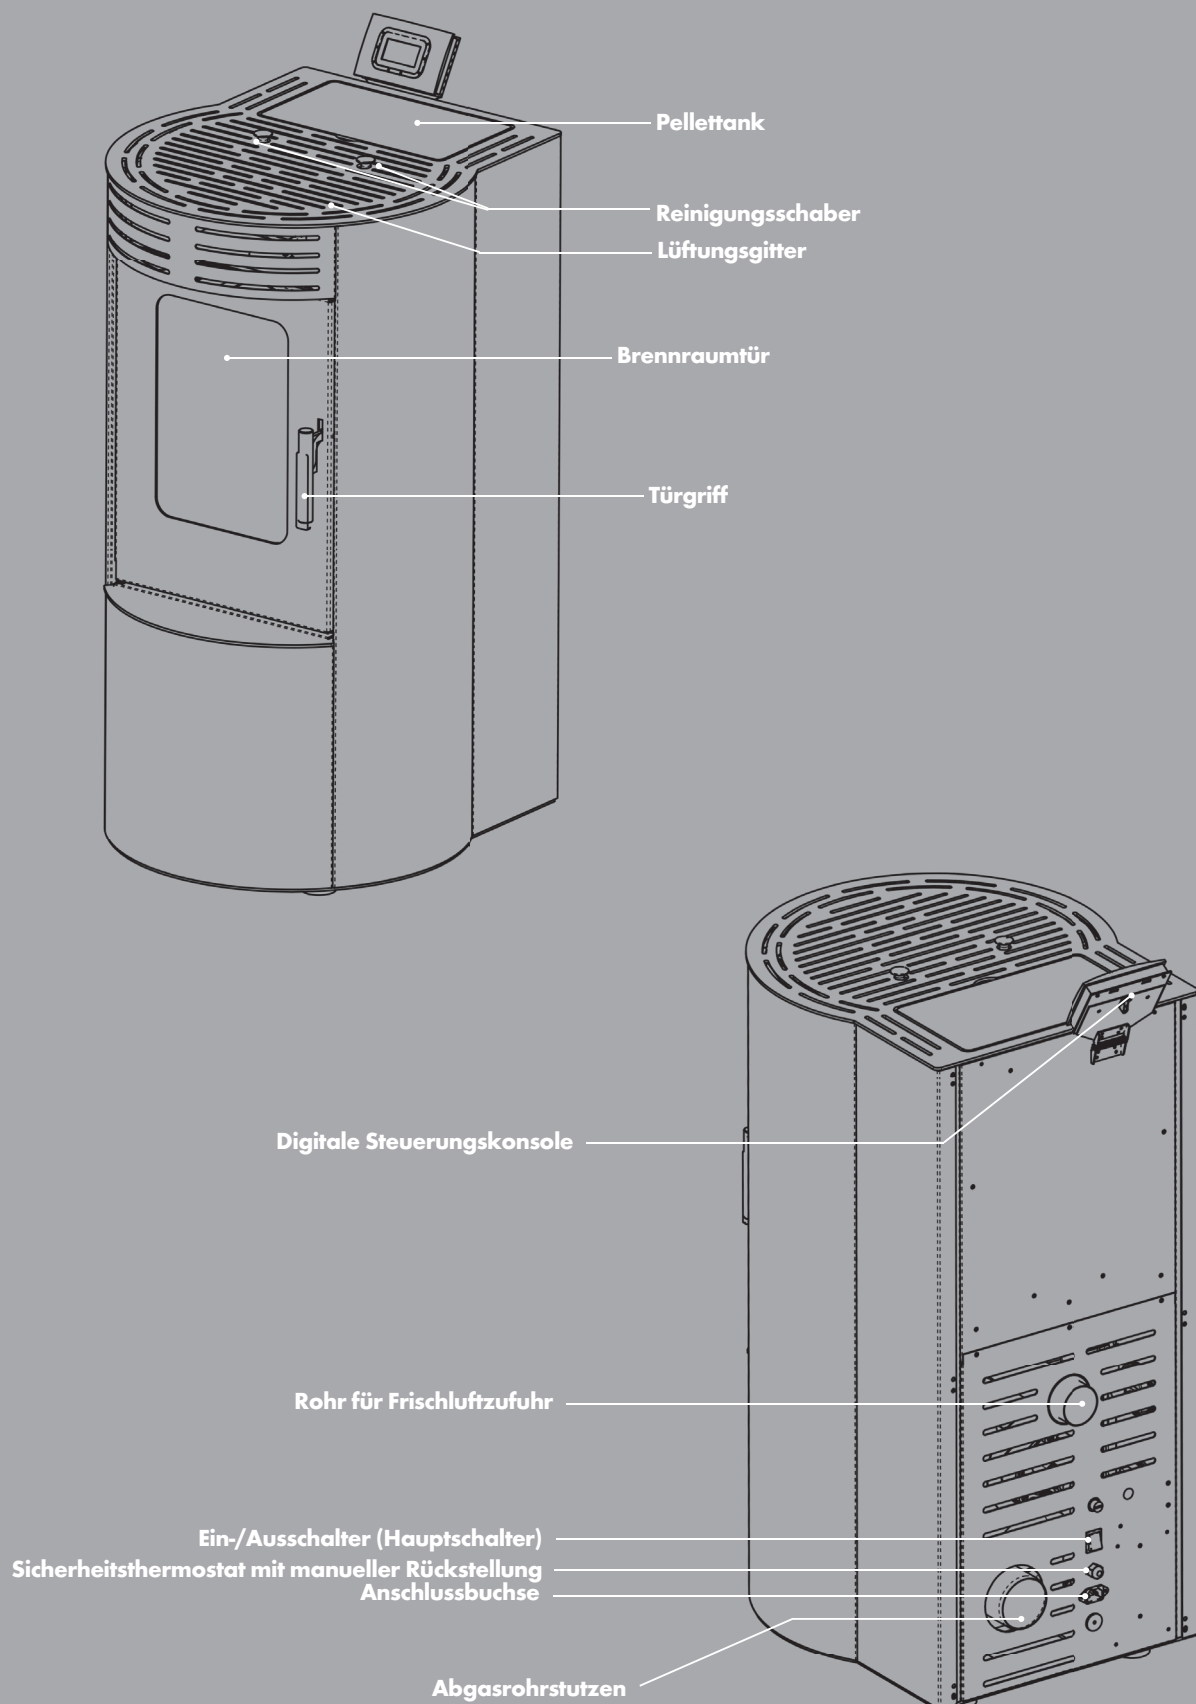

Abb. 2a: Geräteübersicht (Abbildung modellabhängig)
- Schalten Sie im Falle eines Schornsteinbrandes den Ofen sofort am Ein-/Ausschalter (Hauptschalter, siehe Abb. 2a) ab und ziehen Sie den Netzstecker aus der Steckdose. Versuchen Sie auf keinen Fall den Brand selbst zu löschen. Schütten Sie niemals Wasser in einen brennenden Schornstein. Rufen Sie unverzüglich die Feuerwehr! Lassen Sie zur Identifizierung der Brandursache den Schornstein unbedingt von Ihrem Bezirksschornsteinfeger überprüfen, bevor Sie den Pellet-Heizofen wieder in Betrieb nehmen.
- Schalten Sie den Ofen sofort am Ein-/Ausschalter (Hauptschalter, siehe Abb. 2a) ab, wenn aus irgendeinem Teil des Ofens oder des Abgasrohrs Rauch entweicht. Sorgen Sie für eine gute Raumbelüftung, indem Sie sämtliche Fenster öffnen. Lassen Sie den Ofen vollständig abkühlen, bevor Sie die Ursache der Rauchentwicklung ermitteln. Ziehen Sie, wenn nötig einen Fachmann hinzu. Starten Sie das Gerät nicht, bevor die Ursache der Rauchentwicklung geklärt und behoben wurde.
1. Schließen Sie einen dafür geeigneten, hitzebeständigen Schlauch bzw. Luftkanal (Ø 60 mm, max. Länge 2,0 m) am Luftansaugrohrstutzen (siehe S. 10, Abb. 2a) an der Geräterückseite an. Die obere Temperaturgrenze beträgt dabei 300 °C.
1. Vergewissern Sie sich, dass der Ein-/Ausschalter (Hauptschalter, siehe Abb. 2a) auf der Position 0 steht.
2. Schließen Sie das beiliegende Netzkabel zunächst am Gerät an. Die Anschlussbuchse für das Netzkabel befindet sich unterhalb des Hauptschalters auf der Geräterückseite (siehe Abb. 2a). Stecken Sie dann das Netzkabel in eine geerdete, durch einen FI-Schutzschalter abgesicherte Steckdose (230 V~50 Hz).
3. Bringen Sie nun den Ein-/Ausschalter (Hauptschalter, siehe Abb. 2a) auf Position I. Das Gerät ist nun betriebsbereit und das Display zeigt die folgenden Informationen: